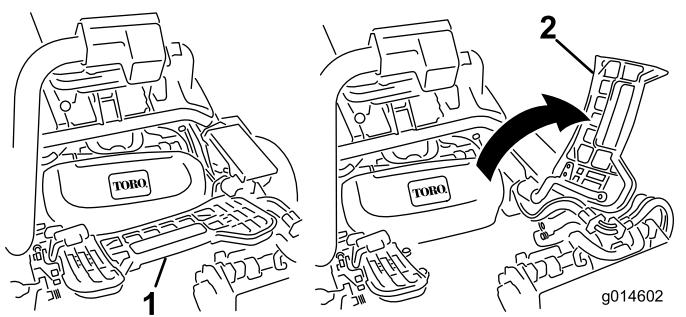

Bild 44
1. Heben Sie die Fußplattform an und schwenken sie in die geöffnete Stellung, um die Stellung der mittleren Schneideeinheit zugänglich zu machen (Bild 44).